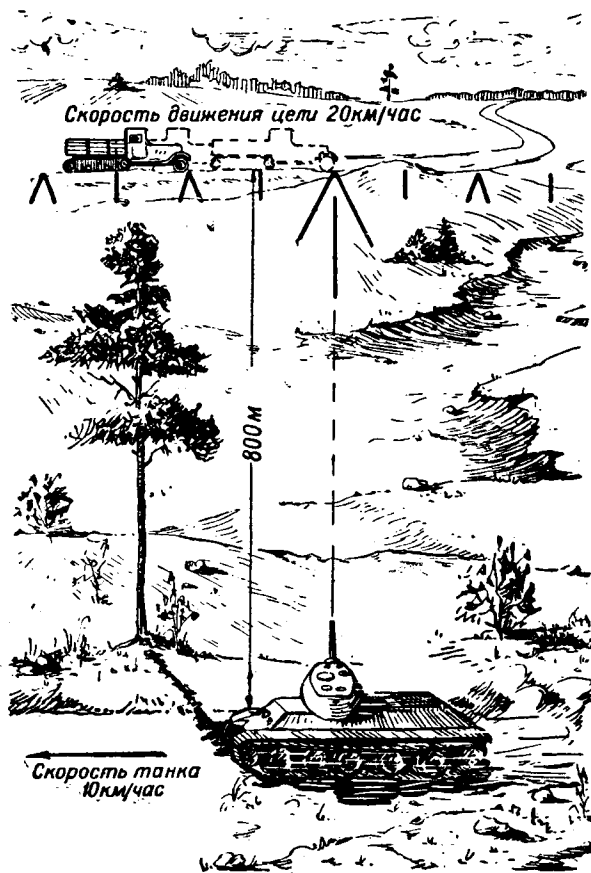

Рис. 31. Наводка при стрельбе с хода по движущейся цели
**Пример.** При фланговом движении танка справа налево со скоростью 10 км/час командир орудия обнаружил на дальности 800 м бронетранспортер,двигающийся слева направо со скоростью 20 км/час (рис. 31).